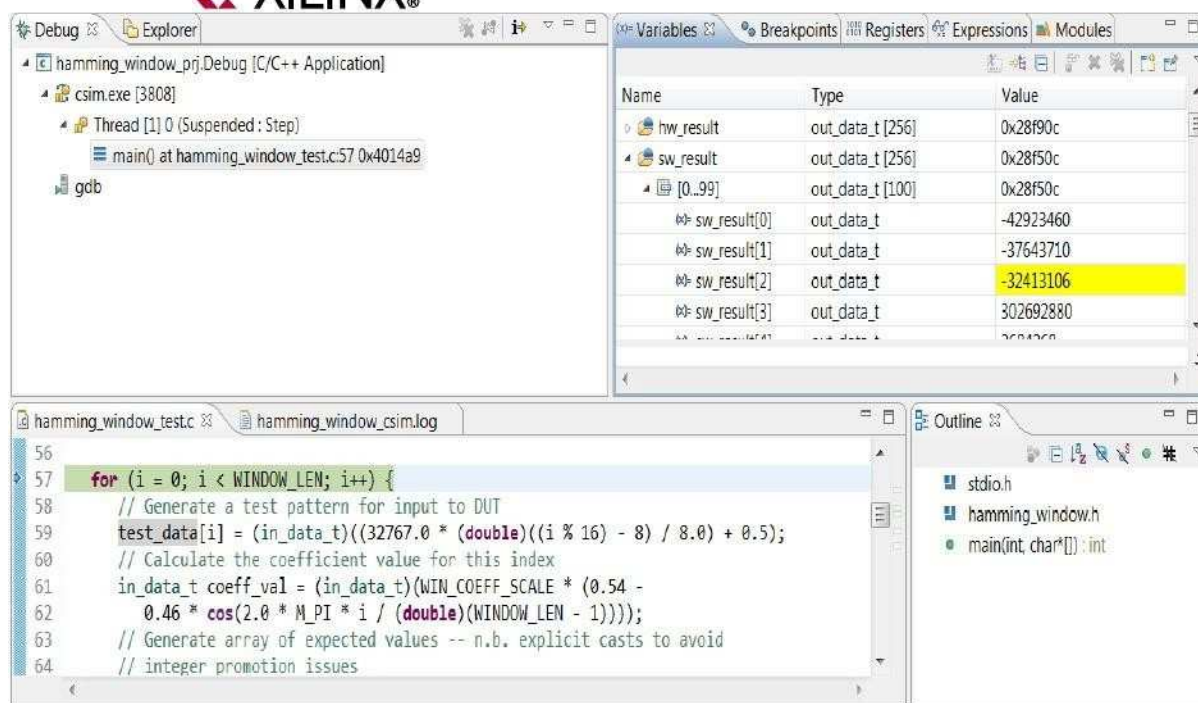

图 3-9:C变量分析
- 5.将数组 **sw_result** 展开到图 3-9 所示的视图。